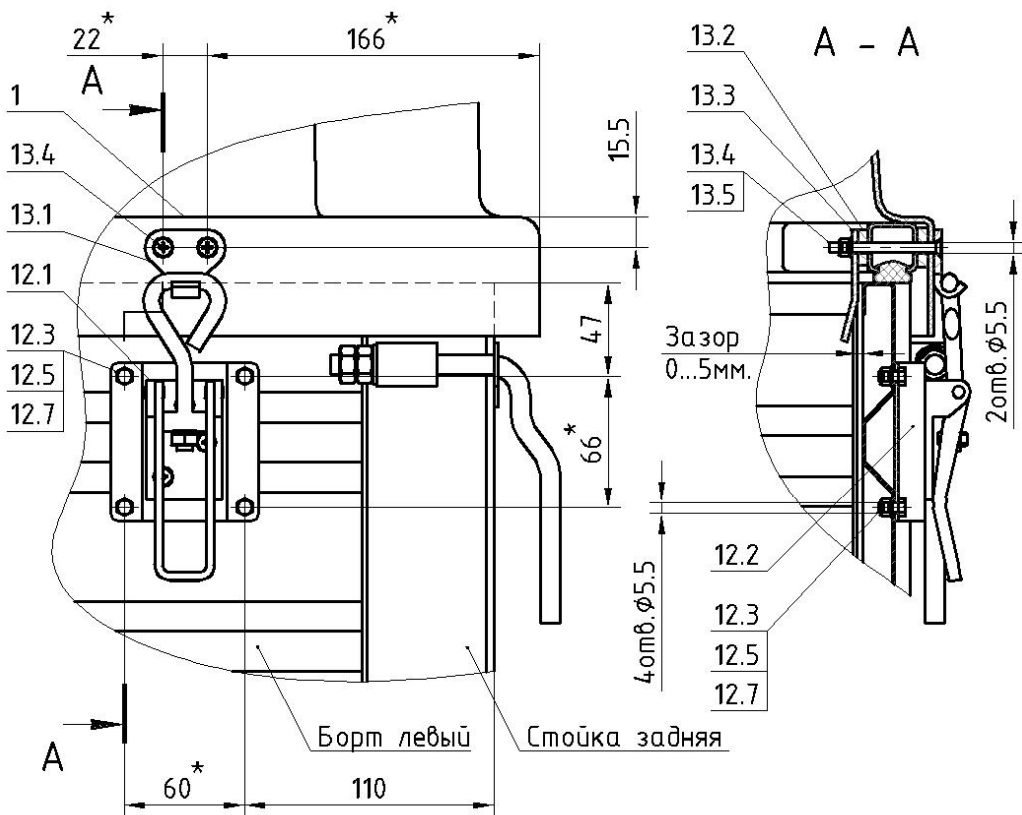

Рисунок 3.
17. Просверлить отверстия $\varnothing 5.5\text{мм}$ под замки 12, используя подставку замка 12.2 как шаблон, на расстоянии 110мм от задней стойки и 47мм от верхнего края борта (рис. 3).
22. Установить в соответствующем порядке (рис. 3, сечение А-А) винты 13.4, крючок 13.1, проставочную пластину 13.2 и ловушку 13.3.